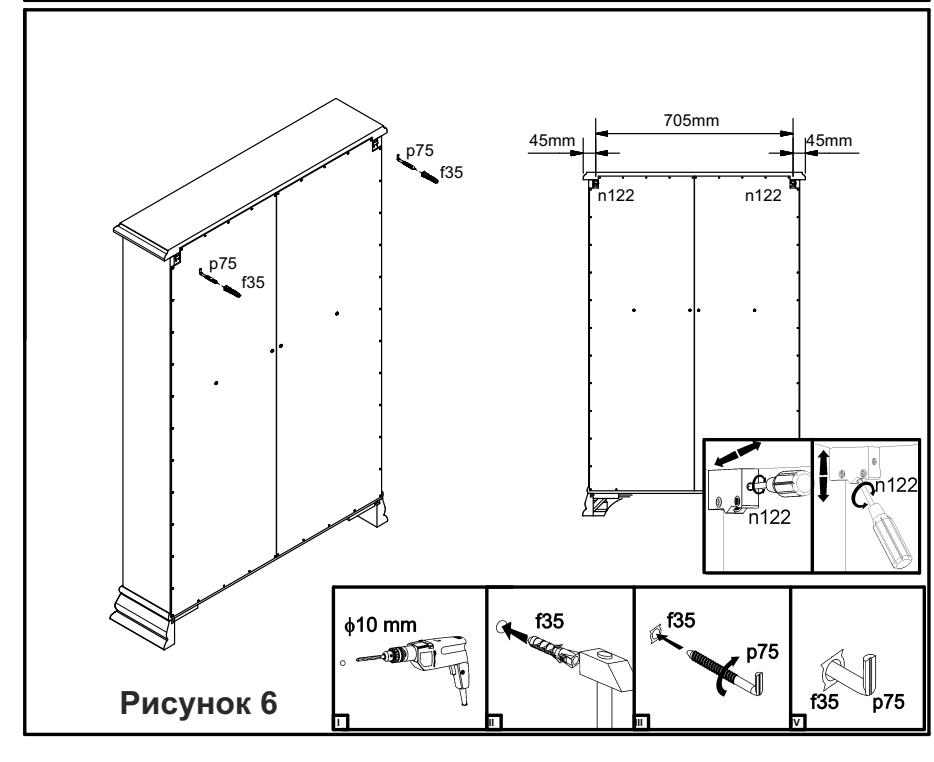

Рисунок 6
13. **ВНИМАНИЕ!** В целях предотвращения опрокидывания тумбы, необходимо в месте ее установки напротив кронштейнов для навешивания **n122** в стене просверлить два отверстия **Ø10 мм**, в которые аккуратно вбить пластмассовые дюбеля **f35**, а затем вкрутить в дюбеля **f35** крючки **p75** (см. рис. 6).
14. Навесить изделие на крючки **p75** (см. рис. 6).